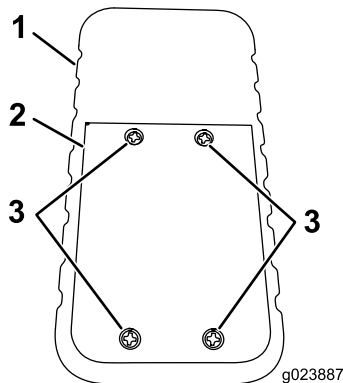

Figura 3
1. Afloje los cuatro pernos que sujetan la tapa de las baterías (Figura 3).